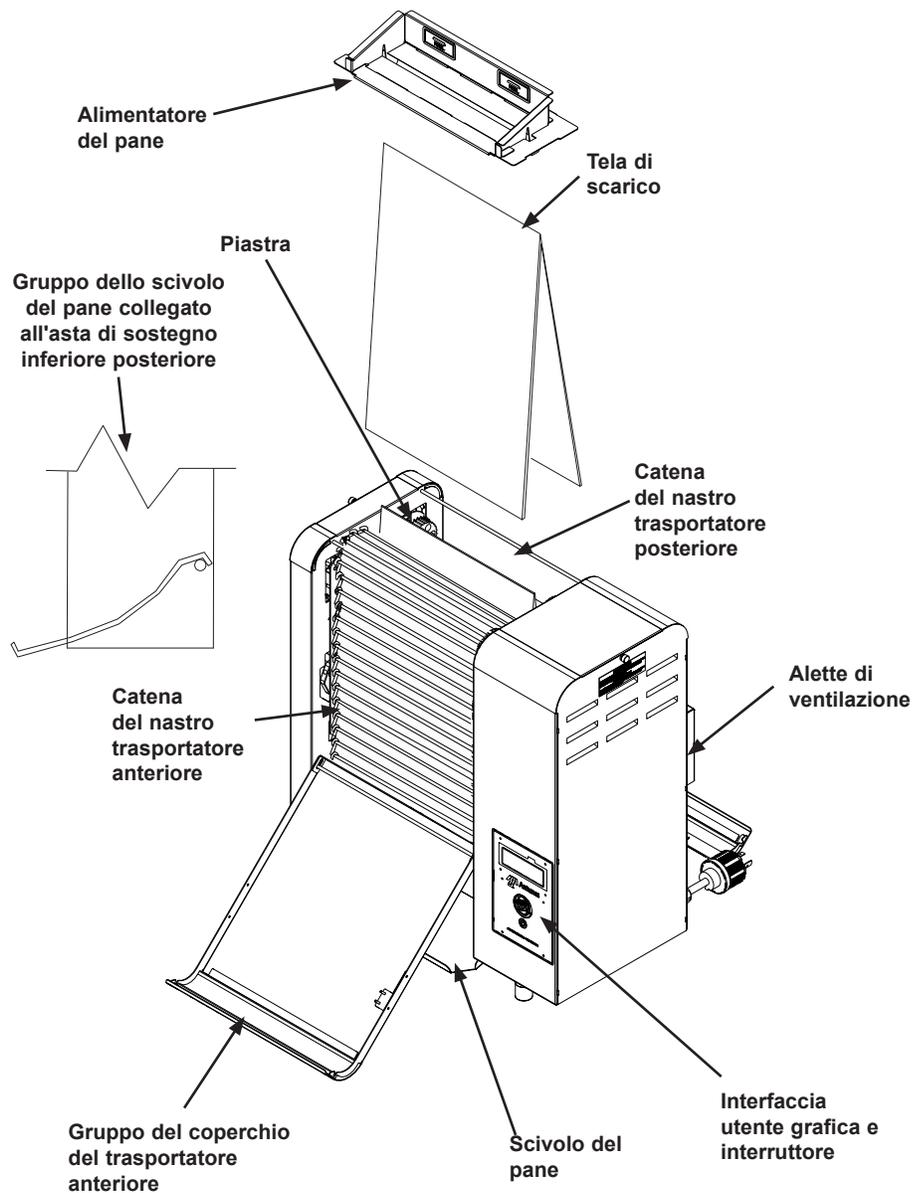

Figura 1. Componenti
5. Installare lo scivolo del pane, le piastre di scarico e l'alimentatore del pane come mostrato in Figura 1.
3. Indossando guanti di protezione dal calore, smontare dal tostapane i seguenti componenti (vedere figura 1):